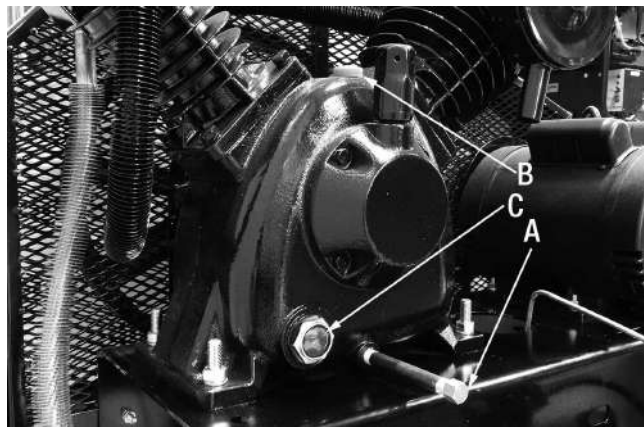

FIGURE 11
Pour changer d'huile, écoulez l'huile du carter en dévissant le boulon d'écoulement (A) Fig.11. Une fois que l'huile est complètement écoulé, revissez le boulon d'écoulement. Pour remplir le carter d'huile, dévissez et retirez le capuchon de remplissage (B), videz de l'huile à compresseur (approx. 1.9 litres d'huile SAE30 sans détergent) dans l'ouverture jusqu'à ce que le niveau d'huile (C) atteigne le centre du point rouge. Réinstallez le capuchon de remplissage (B).